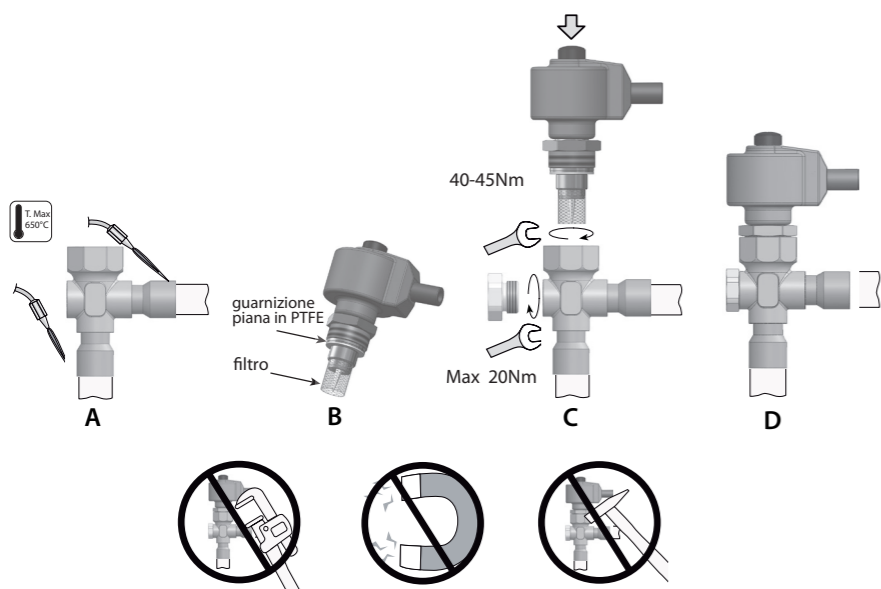

Fig. 2
Seguire la successione indicata in Fig. 2 procedendo in questo modo:
- Procedere alla saldatura orientando la fiamma verso l'estremità dei raccordi come da fig. 2 A (per una migliore brasatura senza alterare la tenuta della zona di saldatura tra corpo e raccordi utilizzare lega con temperatura di fusione inferiore a 650 °C o con tenore di argento superiore del 25 %).
- Verificare che il filtro in rete metallica sia inserito sulla boccola di ottone (Fig.2-B). In caso contrario, posizionarlo come in figura e portarlo in battuta. **Attenzione! Utilizzare il filtro solo in mono-direzionale con ingresso del fluido dal raccordo laterale. In caso di utilizzo della valvola in direzione contraria, prevedere apposito filtro nel circuito, togliendo quello fornito.**
- Avvitare nel corpo valvola la cartuccia in acciaio sull'apposito alloggiamento filettato con una chiave a forchetta da 24. Serrare la cartuccia portando la ghiera in battuta sul corpo valvola con una coppia di serraggio suggerita di 40-45 Nm (Fig. 2 C). Per favorire un più rapido assemblaggio della valvola, si consiglia di non smontare il motore dalla cartuccia.
The Unipolar E2V-S valves must be joined to the circuit by braze welding the copper fittings to the condenser outlet (IN) and evaporator inlet (OUT) pipes. Proceed as indicated in Fig. 2:
- Weld by aiming the flame at the ends of the fittings as shown in Fig. 2-A (for better braze welding without affecting the seal of the welded area between the body and the fittings, use alloys with a fusion temperature less than 650 °C or with a silver content above 25%);
- Make sure that the PTFE flat gasket is present in its seat (Fig. 2-B). Otherwise, take a flat gasket from the packaging and place it in the cartridge from the side of the brass bushing.
- Make sure that the metal mesh filter is inserted on the brass bushing (Fig.2-B). Otherwise, position it as shown in the figure and make sure it's properly in place. **Warning! Only use the one-way filter with fluid inlet from the connection side. If using the valve in the opposite direction, install a special filter in the circuit, removing the one supplied.**
- Tighten the steel cartridge in its threaded socket on the valve body using a 24 mm spanner. Tighten the cartridge on the valve body to a recommended tightening torque of 40-45 Nm (Fig. 2-D). For faster valve assembly, do not remove the motor from the cartridge. **Warning! If the threaded rod comes completely out of the cartridge, proceed as follows:**